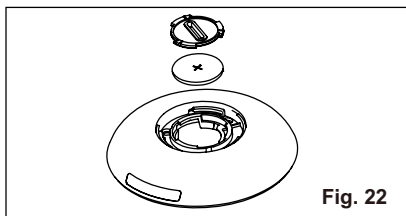

Fig. 22
3. Brug samme måde til at beskytte coveret indeni og tage batteriet ud. (Fig. 22)